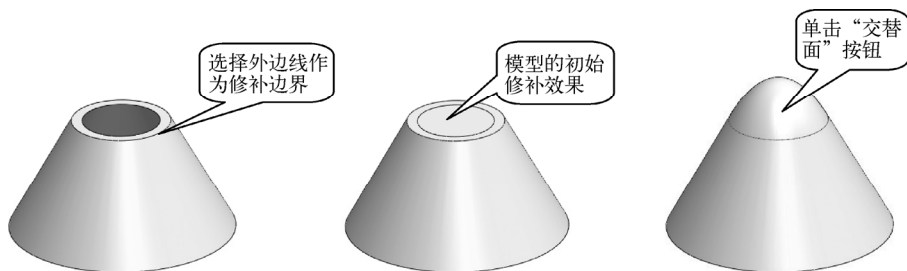

图 4-69 “交替面”按钮的作用
- “交替面”按钮：当在实体模型上生成填充曲面时，此按钮有效，如图 4-69 所示，单击此按钮可为填充曲面反转边界面。